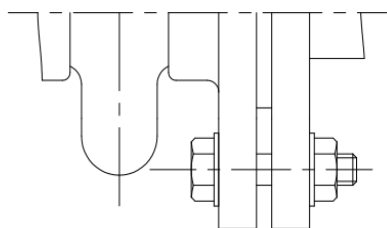

図1
- c. 取り付けボルトは本製品本体側から差し込み、相手フランジ側にナットを取り付けてください。(図1参照)